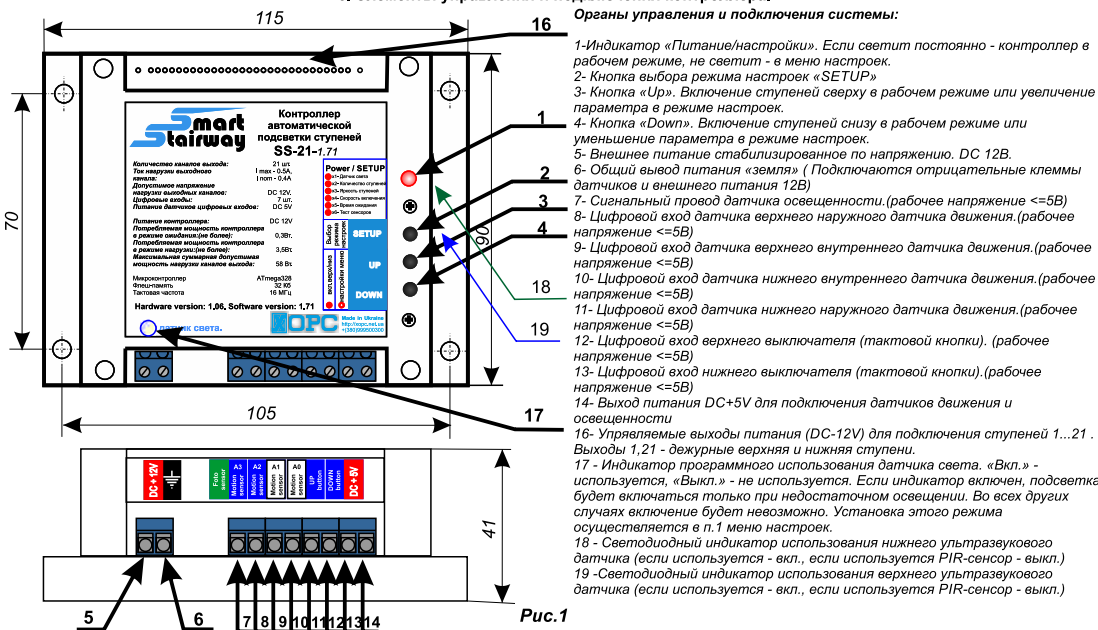

Рис.1
Положительный провод светильников (+12В) подключается к общему положительному выводу контроллера (рис. 1, п.15) или непосредственно к плюсовой клемме источника питания. Отрицательные («-») выводы подключите к соответствующим выводам (Рис.1, п.16) контроллера. **Внимание! Переплюсовка или короткое замыкание цифровых выводов управления подсветкой ступеней (16) приведет к выходу из строя канала, группы каналов или контроллера в целом.**
10.3 Подключите датчики к проложенным проводам и контроллеру согласно схеме подключения, цифровому обозначению контактов и цветовому обозначению проводов. При этом питание пирозлектрических цифровых датчиков производится по шине +5В (клемма 14, рис.1). В отдельных случаях если датчики имеют большее удаление от контроллера или выбраны провода с малым сечением кабеля и при подключении датчиков к шине питания +5В наблюдается не стабильная работа датчиков (для контроля работы датчиков используйте п.6 меню настроек контроллера) пирозлектрические датчики движения Sr501 могут быть подключены к шине питания +12В (клемма 5, рис.1). **Внимание! Переполюсовка или короткое замыкание цифровых входов датчиков движения приведет к выходу из строя канала или контроллера в целом. Подключение ультразвуковых датчиков Sr04 к шине +12В приведет к выходу из строя датчиков и входных каналов контроллера.**
11. Подключите датчик освещенности согласно схеме подключения и цветовой маркировке проводов, если он используется в Вашем варианте подсветки. Питание датчика осуществляется только от шины питания +5В (клемма 14, рис.1). Сигнальный провод датчика подключается к клемме 7 (рис.1). **Внимание! Переполюсовка или короткое замыкание цифровых входов датчика освещенности приведет к выходу из строя цифрового входа или контроллера в целом.**
12. Подключите проходные выключатели согласно схеме подключения. При этом выключатели подключаются к шине питания +5В (клемма 14, рис.1). И подключаются к входам 12 и 13 (рис.1). **Внимание! Неправильное использование шины питания +12В цифровых входов проходных выключателей приведет к выходу из строя канала или контроллера в целом.**
Индикация входа в режим настроек осуществляется при помощи красного светодиода 1 (рис.1) "Питание/настройки". Вход в меню настроек осуществляется нажатием кнопки «SETUP» (2, рис.1) При входе в меню настроек индикатор выключается и мигает соответственно тому, в каком пункте меню Вы находитесь. Т.е. если он мигнул один раз - Вы находитесь в первом пункте меню, если 5-ть раз - в пятом. Перебор пунктов меню осуществляется циклически нажатием кнопки 2 (рис.1) «SETUP».
Соответственно "Up" включает датчик, а кнопка "Down" его выключает. Индикация выбранного состояния датчика осуществляется индикатором использования датчика освещенности 17 (рис.1).
Для выбора типа используемых сенсоров необходимо нажать кнопку «Вниз» нужное количество раз. Пока скрытые в корпусе светодиодные индикаторы (Рис. 1.; п.18, п.19) не укажут нужную Вам конфигурацию: